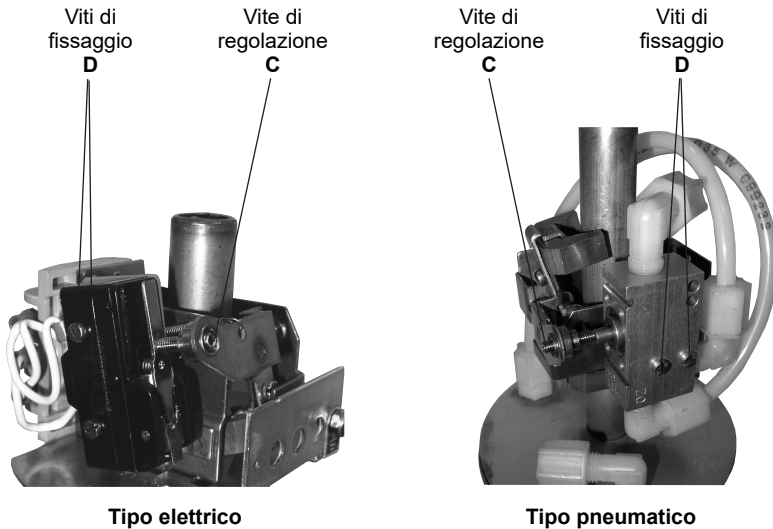

Fig. 7 - Interruttori elettrico e pneumatico
- 2 - Togliere le 2 viti di fissaggio "D" (vedi Fig. 7 tipo elettrico) e rimuovere l'interruttore.
- 4 - Muovere manualmente il braccio porta-magnete assicurandosi che l'interruttore sia adeguatamente azionato cioè apra e chiuda regolarmente; agire se necessario sulla vite "C", vedere Fig. 7 tipo elettrico.
- 2 - Togliere le 2 viti di fissaggio "D" (Fig. 7 tipo pneumatico) e rimuovere la valvola.
- 4 - Muovere manualmente il braccio porta-magnete assicurandosi che l'interruttore sia adeguatamente azionato cioè apra e chiuda regolarmente; agire se necessario sulla vite "C", vedere Fig. 7 tipo pneumatico.
Verificare l'allineamento tra la vite di regolazione "C" e la leva di azionamento del microinterruttore (Fig. 7 tipo elettrico). Accertarsi che il microinterruttore commuti regolarmente azionando manualmente il braccio porta-magnete.
Verificare l'allineamento tra la vite di regolazione "C" e il pulsante di comando della valvola (Fig. 7 tipo pneumatico).